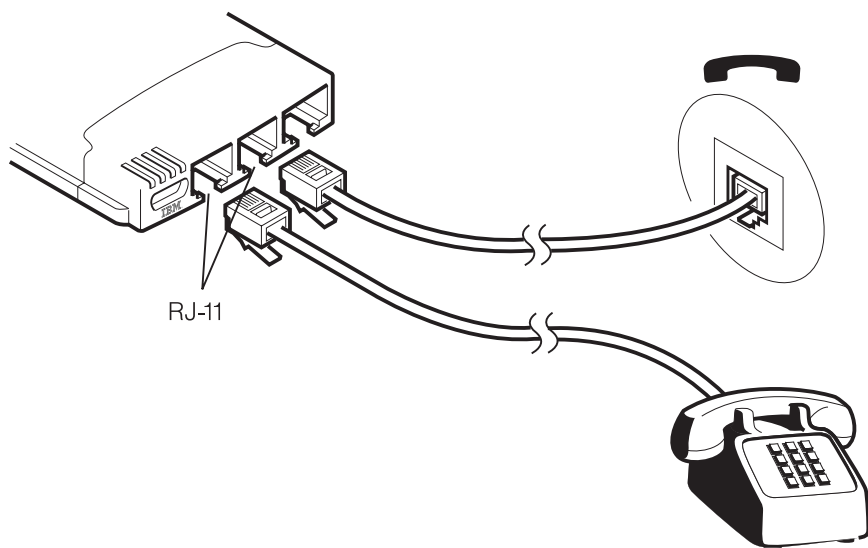

Figura 4. Conexão a um Telefone Aprovado (RJ-11)
1. Conecte outro conector RJ-11 ao segundo receptor fêmea localizado no Cartão EtherJet CardBus Ready Port com Modem, conforme mostrado em Figura 4.